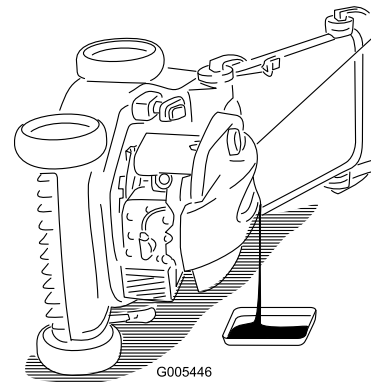

Figura 22
3. Ponga el cortacésped de lado (con el filtro de aire hacia arriba) para drenar el aceite usado a través del tubo de llenado de aceite (Figura 22).